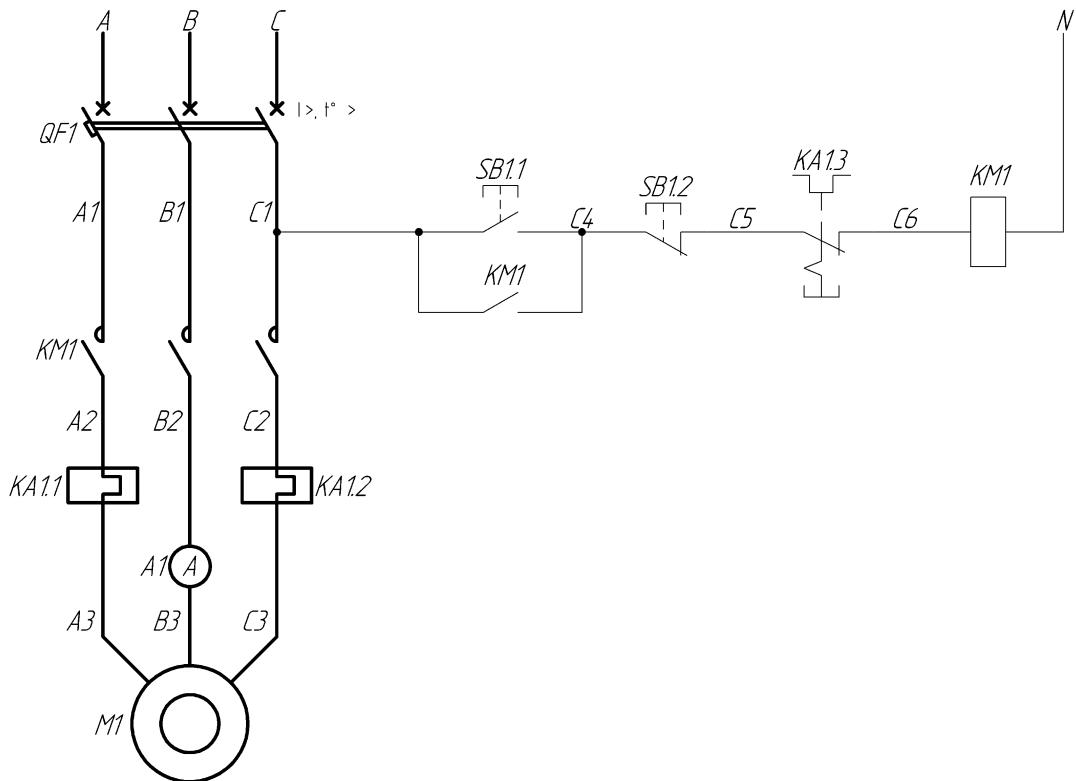

Рис. 1. Вариант 1: принципиальная схема управления асинхронным электродвигателем посредством двухкнопочного поста; тепловое реле – двухполюсное
2. Соберите электрическую схему (согласно рис. 1, 2 или 3) в зависимости от номера варианта, который определяется оборудованием, размещенным на стенде.
Исследования в данной работе производите на основе асинхронного электродвигателя $M1$ (см. рис. 1, 2, 3). Для управления работой электродвигателя используйте следующие коммутационные аппараты: автоматический выключатель $QF1$ – для подключения схемы управления к питающему напряжению и защиты от токов короткого замыкания; магнитный пускатель $KM1$ – для подключения обмотки статора двигателя к питающему напряжению; тепловое реле $KA1$ – для защиты двигателя от длительных перегрузок; кнопки кнопочного поста $SB1$ – для пуска и останова двигателя.
Перед началом работы ознакомьтесь с расположением аппаратов на панели стенда. По схеме электрической принципиальной на рис. 1, 2 или 3 (в зависимости от варианта) смонтируйте схему управления двигателем M_1 . С помощью тестера проверьте монтаж схемы при отключенном питании стендада. После проверки преподавателем произведите проверку работы схемы при поданном напряжении питания. Снимите показания амперметра. Тестером измерьте все фазные и линейные напряжения. Зафиксируйте показания. Сделайте заключение о правильности выбора пуско-регулирующей аппаратуры и аппаратов защиты. Обоснуйте выводы.
3. Каково назначение автоматического выключателя $QF1$ и теплового реле $KA1$ в схеме на рис. 1, 2, 3?